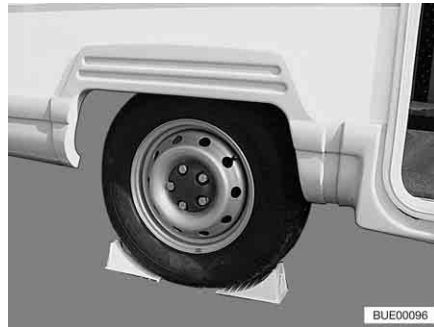

Fig. 275 Bloquer le véhicule
- Placer des cales de roues ou autres objets similaires contre la roue d'en face pour bloquer le véhicule (Fig. 275).